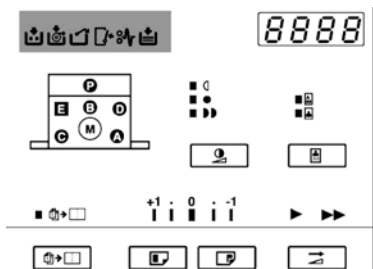
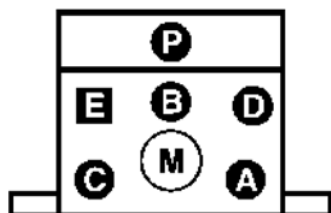

图 5-43 错误指示灯位置（见阴影部分）
图 5-44 机器指示灯位置
(1) 通过指示灯确定故障（以卡纸为例）
- ① 如果机器内部出现故障，错误指示灯和机器指示灯都会点亮。
- ② 错误指示灯表示故障类型，机器指示灯表示故障出现的区域，错误指示灯和机器指示灯的位置分别如图 5-43 和图 5-44 所示。例如，送稿器原稿卡纸，“P”和“”会同时亮灯；当装入印筒单元时，前门处于打开状态，则“M”和“”会同时亮灯。